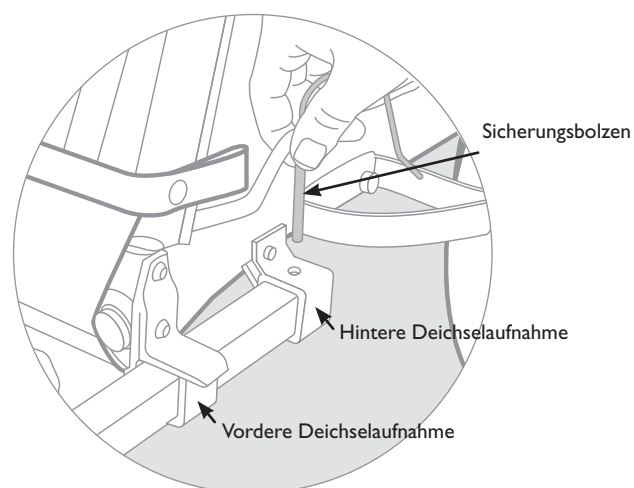
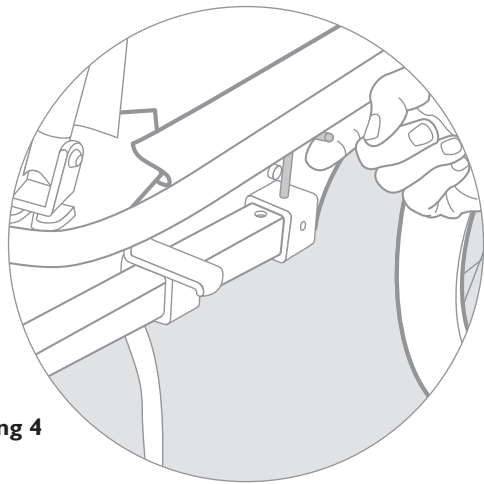

Abbildung 3
Abbildung 4
Beachten Sie dabei je nach Anhängermodell bitte Abbildung 3 (Solo/D'Lite bis BJ 08, Encore) **oder** Abbildung 4 (Cub ab BJ 08).
3. Schieben Sie die Ausleger anschließend in die beiden hinteren Deichselaufnahmen (s. Abbildung 3 **oder** 4).
4. Richten Sie die Bohrungen in den Auslegern auf die Bohrungen in den hinteren Deichselaufnahmen aus (s. Abbildung 3 **oder** 4).
- a) Richten Sie die Auslegerbohrungen auf die Bohrungen in den hinteren Deichselaufnahmen aus (s. Abbildung 3).
- b) Führen Sie die Sicherungsbolzen jeweils von oben hindurch (s. Abbildung 3).
- a) Richten Sie die HINTEREN Auslegerbohrungen auf die Bohrungen in den hinteren Deichselaufnahmen aus (s. Abbildung 4).
- b) Schieben Sie die Sicherungsbolzen der hinteren Deichselaufnahmen durch die hinteren Auslegerbohrungen (s. Abbildung 4).